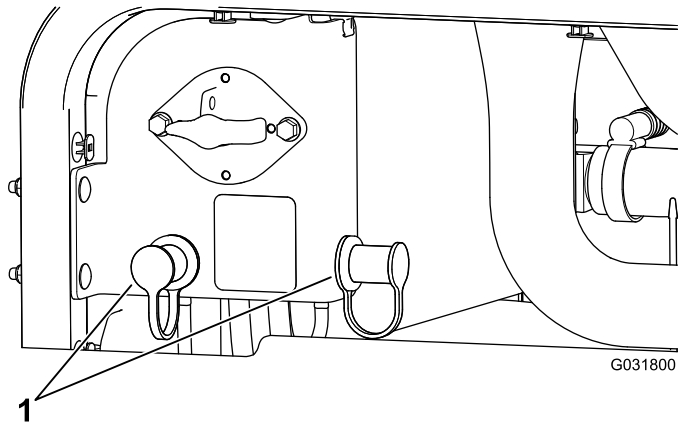

Bild 97
3. Nehmen Sie die Abdeckungen von den Starthilfepolen ab (Bild 97).
- Nehmen Sie die Abdeckungen von den Starthilfepolen ab (Bild 97).